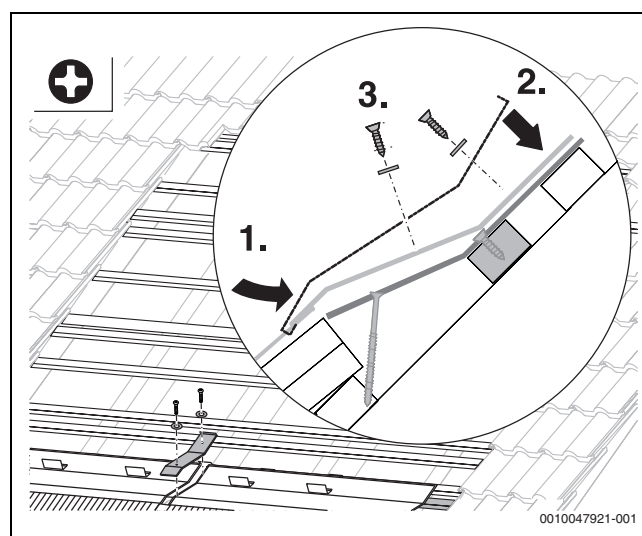

Fig. 33 Montage de la partie supérieure
1. Accrocher la partie supérieure du connecteur sur le bord inférieur des tôles de recouvrement (→ figure 33).
2. Appuyer sur la partie supérieure (→ figure 33).
3. Visser la partie supérieure sur la partie inférieure à l'aide de 2 joints et 2 vis (→ figure 33). Pour cela, ne pas serrer trop fermement les vis. Visseuse sans fil : régler la vitesse la plus basse.